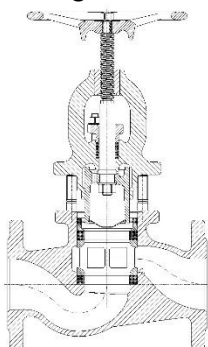

Bild 1
- » Oberteil (Pos. 2) anschließend leicht verdrehen, sodass sich der Oberteilflansch an den Stiftschraubenstirnflächen (Pos. 25) abstützen kann. Das Handrad gegen den Uhrzeigersinn (Öffnungsrichtung) drehen, bis der Kolben (Pos. 4) vollständig aus dem oberen Ventilring (Pos. 14) gezogen wird (siehe Bild 1)